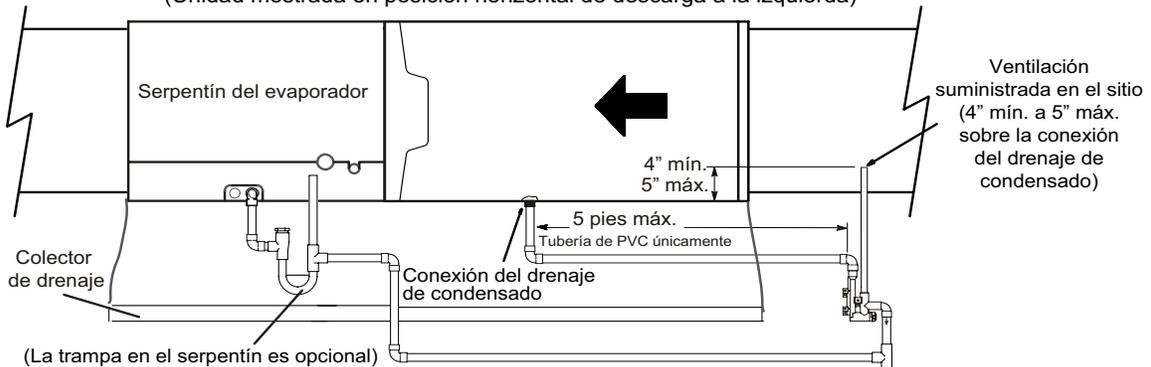

**FIGURA 51**
**Calefactor de flujo ascendente (Figura 51)** - En aplicaciones del calefactor de flujo ascendente, la ventilación proporcionada en el sitio debe ser de un largo mínimo de 1" hasta un largo máximo de 2" arriba de la conexión de la salida de drenaje de condensado. Cualquier largo de más de 2" puede inundar el intercambiador de calor si la línea de drenaje primario combinada tuviese una restricción.